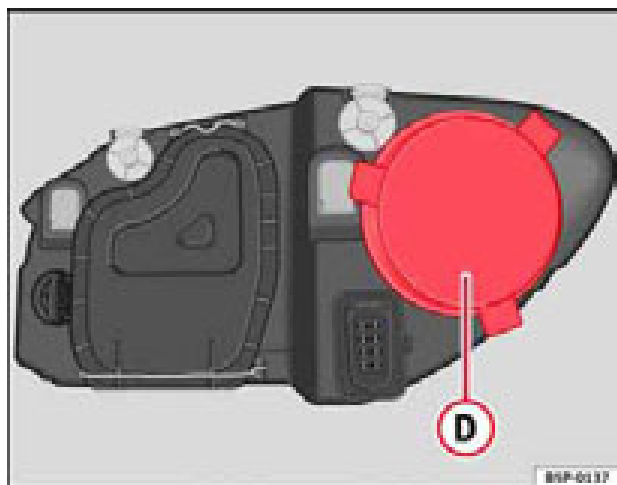

Fig. 161 Luz de población
- Retire la tapa ⇒ fig. 161 **D** tirando de la misma.